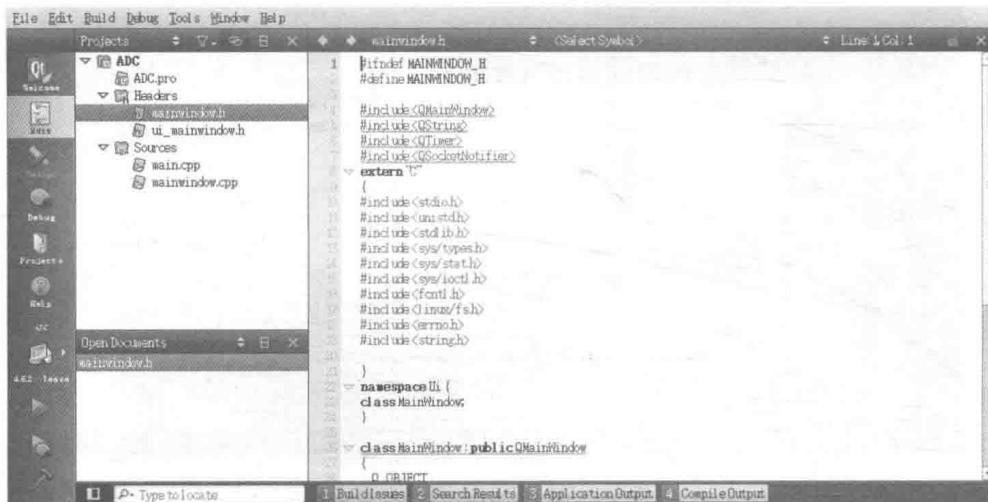

图 9-7 Qt Creator 安装
(7) 点击“Debugging helper”右侧按钮“Rebuild”进行编译，将“Debugging helper”的右侧按钮变为绿色对勾。
(8) 前面只是指定了编译器的路径，在编译每一个具体的 Qt 程序时，我们还需要对具体的工程进行单独的设置，比如 ADC.pro 文件。打开后文件布局如图 9-7 所示。